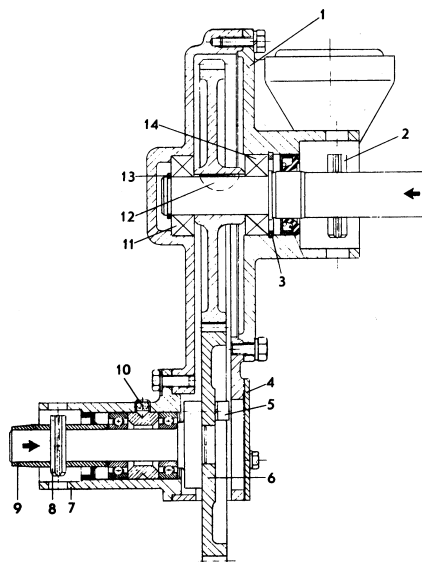

Figure 33. Démontage manuel, MD3B (nouveau modèle)
1. Enlevez les vis et déposez le couvercle (1, figure 33), en même temps que le pignon et l'arbre.
2. Extrairez la goupille (2) et poussez l'arbre dans la direction indiquée par la flèche.
3. S'il faut démonter les paliers, (11 et 14), commencez par enlever le jonc de verrouillage (3).